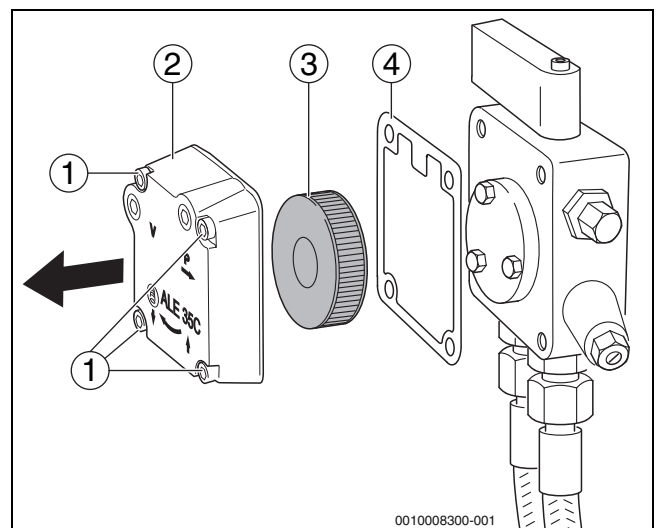

Fig. 31 Controllo del filtro della pompa - pompa del gasolio Suntec
- Allentare le quattro viti ad esagono cavo (→ fig. 31, [1]).
- Estrarre il coperchio del corpo (→ fig. 31, [2]).
- Estrarre il filtro della pompa del gasolio (→ fig. 31, [3]).
- Controllare eventuale usura o danneggiamento della guarnizione (→ fig. 31, [4]) ed eventualmente sostituirla.
- Pulire il filtro della pompa gasolio (→ fig. 31, [3]) con benzina da lavaggio, eventualmente sostituirlo e rimontarlo nella pompa del gasolio.